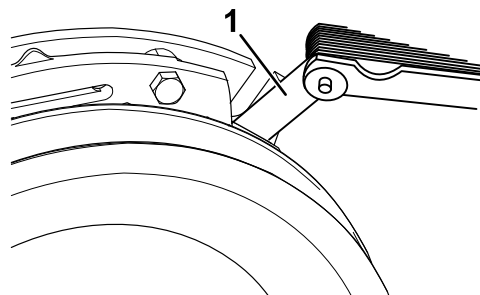
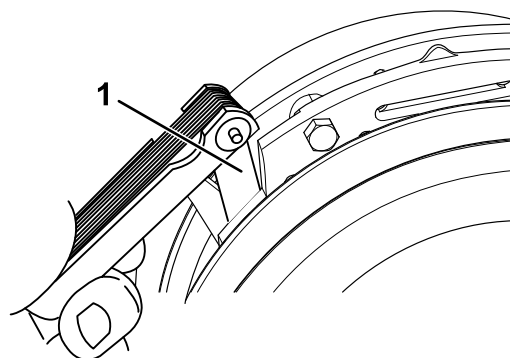

Figure 65
Figure 66
- E. À l'aide d'une jauge d'épaisseur de 0,025 cm, vérifiez qu'il existe un entrefer entre le rotor et la face de l'induit de chaque côté du pôle de frein, comme montré à la Figure 65 et la Figure 66.